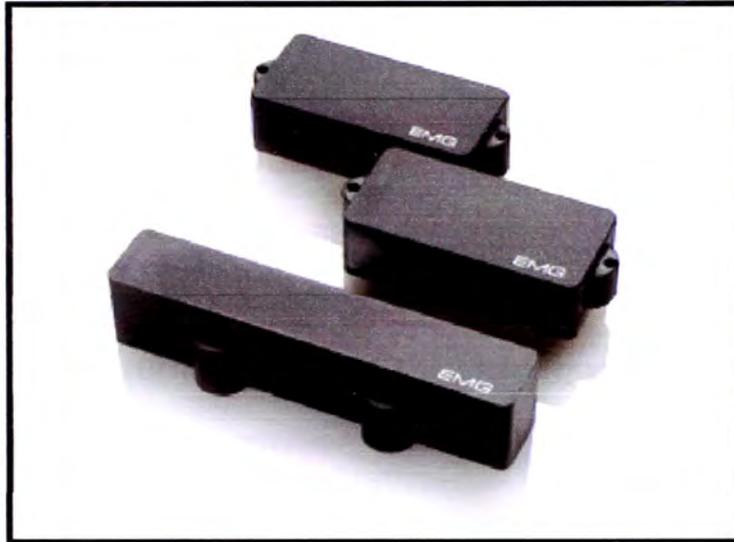

Figura 4.7: Configuración PJ.
- PJ: configuración muy clásica. Indica que lleva una PRECISION y una JAZZ BASS (ver **Figura 4.7**).